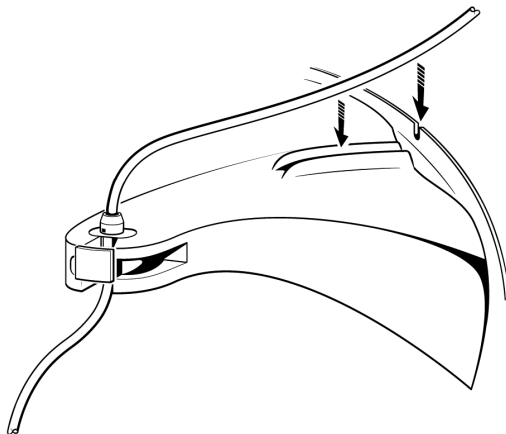

Figura 5. Introduza o tubo no sulco e no encaixe
8. Pressione o tubo para baixo para o introduzir no sulco do braço de suporte e introduza o tubo no encaixe da saliência da centrífuga (ver Figura 5).